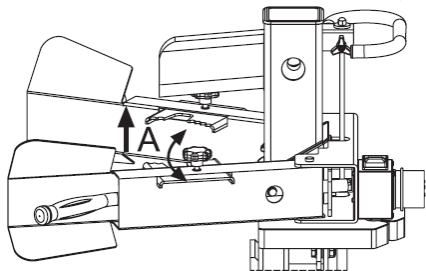

Abb.16: b) Einstellen der Holzhalter (A)
b) Stellen Sie die Holzhalter (A) entsprechend dem Durchmesser des Holzabschnitts ein, damit der Winkel der Bedienebel möglichst optimal ist (Abb. 16).